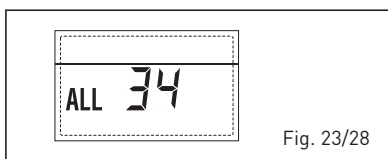

Fig. 23/28
- ANOMALÍA COMUNICACIÓN FICHA RS-485 Y FICHA RS-485 "ALL 35" (fig. 23/29)